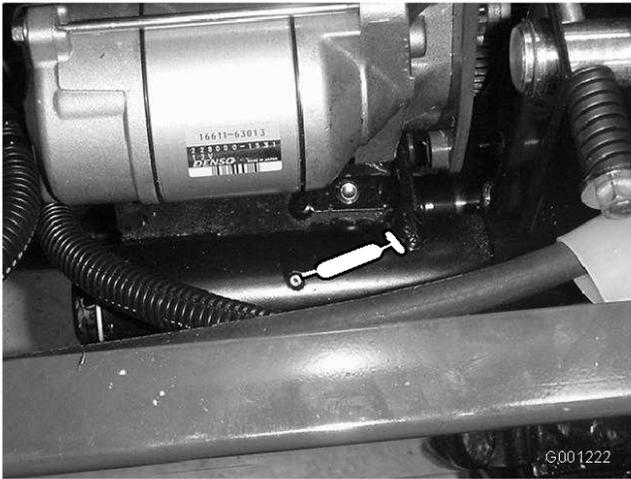

Figura 39
- perno di tensionamento della PDF (Figura 39)
- cuscinetto posteriore della PDF (Figura 39)